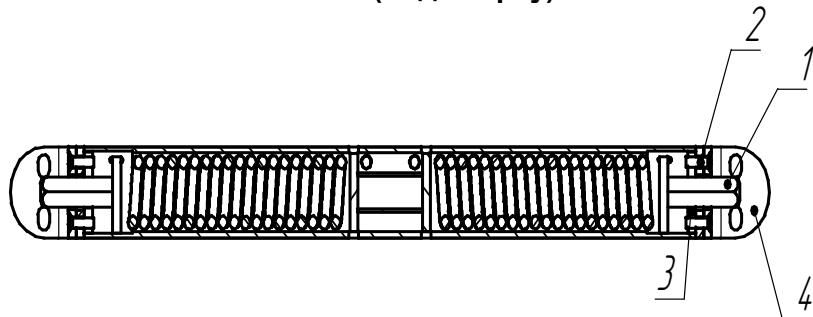

Рис.5
- а) удерживая ключом шестигранник (рис.5 поз.1) вывернуть винты (рис.5 поз.2).
- б) повернуть шестигранник в сторону увеличения усилия до совмещения следующего отверстия в шайбе (рис.5 поз. 3) и кронштейне (рис.5 поз. 4)
- в) завернуть винты (рис.5 поз. 2) до упора, затем ослабить на $1\frac{1}{6}$ оборота.